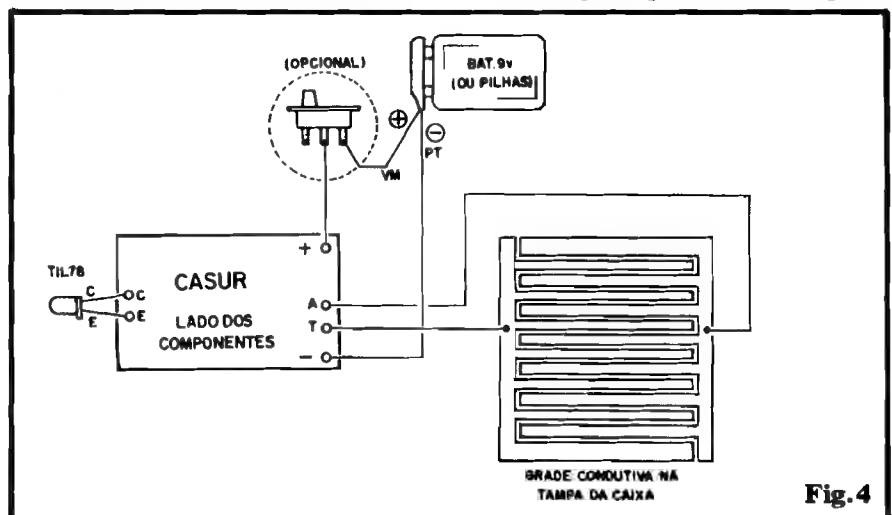

Fig. 4
- **FIG. 4 - CONEXÕES EXTERNAS À PLACA** - Antes de iniciar as ligações externas ao Circuito Impresso, é bom identificar corretamente suas ilhas periféricas (comparar com a figura anterior), todas elas codificadas para evitar erros ou confusões... O diagrama mostra a placa pelo lado não cobreado... Observar as ligações da alimentação, bem como a codificação de polaridade e das cores dos fios provenientes do "clip" da bateria (ou do suporte de pilhas). Notem que o interruptor geral (opcional) deve ser intercalado no fio do **positivo** (vermelho). Verificar bem as ligações do foto-transistor TIL78, com sua "perna mais curta" (terminal de coletor, saindo da base do componente junto ao seu lado que apresenta um pequeno chanfro...) ligada ao ponto "C" da placa (o "outro" terminal, obviamente ligado ao ponto "E"...). Finalmente, observar com muita atenção as conexões das saídas de alta Tensão, presentes nos furos "A-T", e que deverão ser levadas, por fios flexíveis, no adequado comprimento, aos dois "polos" da grade condutiva a ser aplicada sobre a tampa da caixa...
TIL78...). Em 5-B vemos uma sugestão prática (já abordada...) para o acabamento e instalação da grade condutiva à tampa da caixa... Observem que, no exemplo, a caixa como um todo deve ser feita de material isolante (madeira ou plástico), sendo que apenas na tampa (tanto em sua parte superior, quanto nas laterais...) devem ser coladas as áreas metalizadas para a saída da alta Tensão (eletricamente ligadas aos pontos "A" e "T" da placa, conforme indica a fig. 4. **UM ALERTA:** sob nenhuma hipótese pode haver contato elétrico estabelecido entre os tais pontos "A" e "T", já que nesse caso, além da alta Tensão não atingir a pessoa que abre a caixa, podem ocorrer danos ao próprio circuito... Em qualquer caso, o único "caminho" aceitável para a tal Tensão é A **PRÓPRIA MÃO DE QUEM ABRE A TAMPA!** Finalmente, em 5-C temos outra sugestão, agora partindo de uma caixa totalmente metálica, na qual, porém, tampa e "corpo" são eletricamente isolados, eventualmente através de dobradiças plásticas, e de um "encosto" de plástico ou borracha, "separando" eletricamente o "corpo" da tampa... Nesse caso, "corpo" e tampa devem, individualmente (e separadamente...) ser ligados aos terminais "A" e "T" da placa do circuito. Em todo e qualquer caso ou arranjo, é importante "calcular" bem os tamanhos, posições e a "ergonomia" do conjunto, de modo que forçosamente, ao abrir a tampa, a pessoa tenha que estabelecer - com a mão - contato elétrico com os dois "polos" dos terminais de alta Tensão, senão nada feito: não há "choque"...